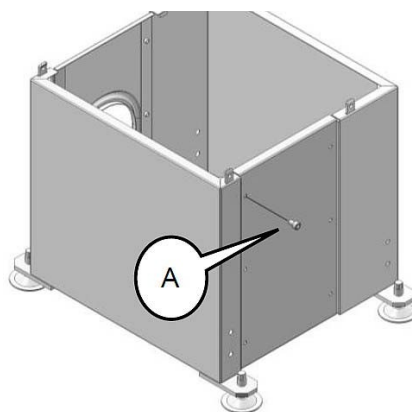

Fig. 7 : Montage du bâti de la machine
Étape 2 : Montez la base de la machine à l'aide de 12 vis à six pans creux (A, Fig.7).